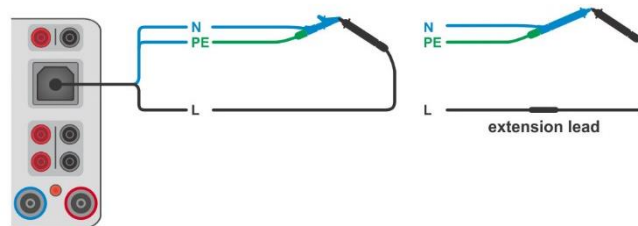

Abbildung 6.114: Kurzgeschlossene Prüflitungen
- › Verbinden Sie das Prüfkabel mit dem Instrument und schließen Sie alle Prüfkabel miteinander kurz, siehe **Abbildung 6.114**.